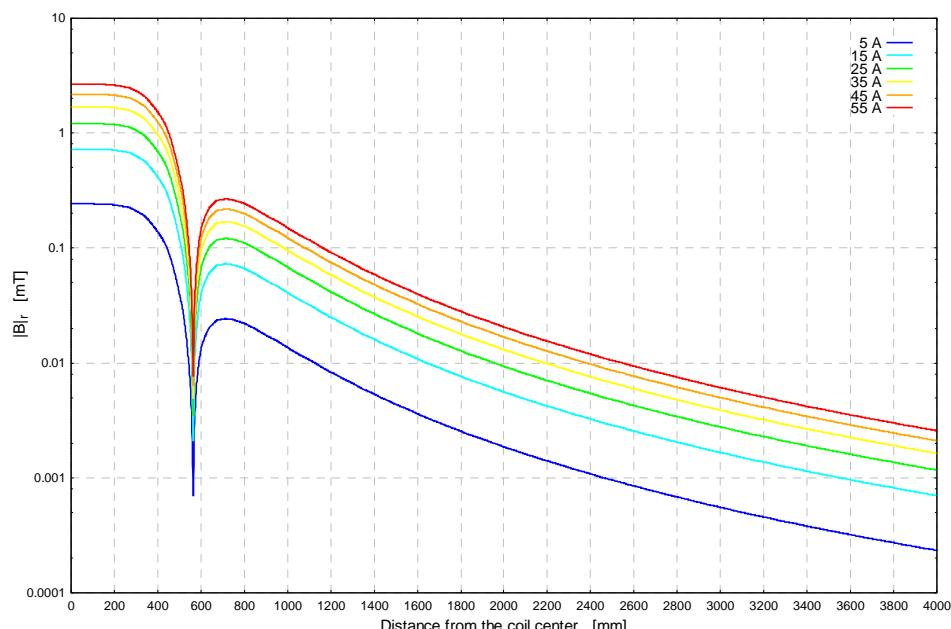

Abb. 4: Der Betrag der magnetischen Flussdichte entlang der r-Achse als Funktion der Entfernung zur Spulenmitte für verschiedene Stromstärken.
*Fig. 4: The magnitude of the magnetic flux density measured along the r-axis as a function of the distance from the Helmholtz coils center and the current through the coils.*